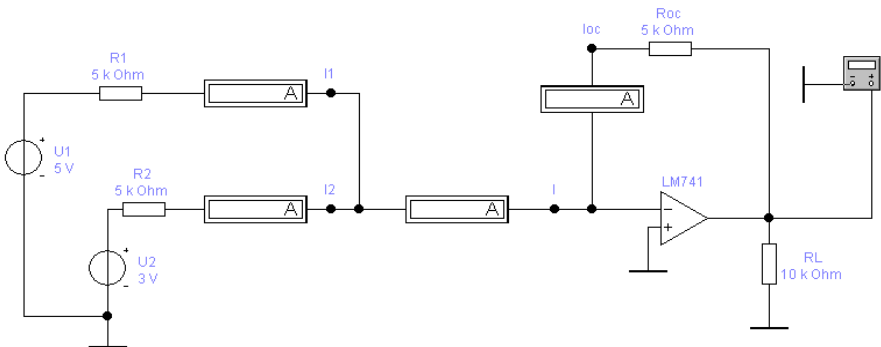

Рисунок 5.3 - Схема сумуючого підсилювача
В сумуючому підсилювачі рис. 5.3, якщо входні струми та напруги зміщення рівні нулю, тоді виконуються наступні співвідношення:
- 7 Скласти схему рис. 5.3.